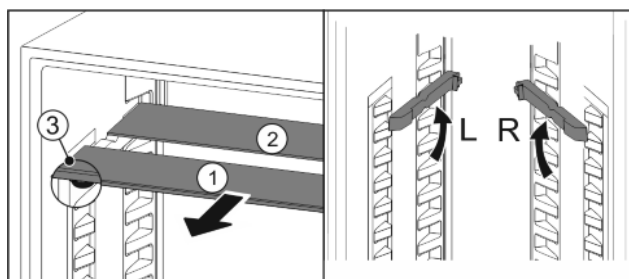

Fig. 20
- ▶ estrarre i ripiani di vetro singolarmente tirando in avanti Fig. 20 (1).
- ▷ Il ripiano di vetro Fig. 20 (1) con i fermi appoggia anteriormente.
- ▷ I fermi sono rivolti verso il basso Fig. 20 (3).